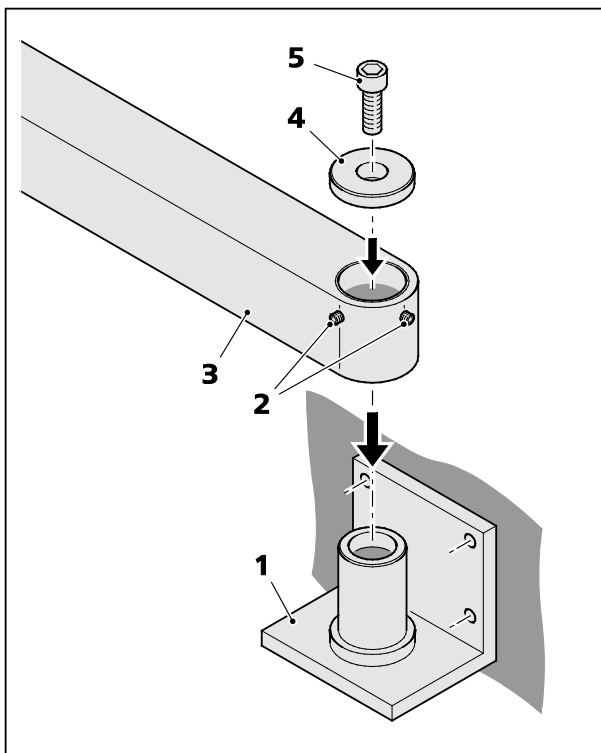

Bild 4 Wandlager für Stativ U an der Wand befestigen
- Wandlager (Bild 4/1) an gewünschter Stelle fachgerecht mit Dübeln und Schrauben befestigen. Schraubverbindungen fest anziehen.
- Ggf. Klemmschrauben (Bild 4/2) der Traverse (Bild 4/3) etwas herausdrehen.
- Traverse (Bild 4/3) auf den Drehzapfen des befestigten Wandlagers (Bild 4/1) aufstecken.
- Klemmschrauben (Bild 4/2) nach Bedarf festziehen. Je fester die Klemmschrauben angezogen wird, umso mehr wird die Beweglichkeit (Gängigkeit) des Drehgelenkes (bis hin zur Klemmung) gehemmt.
- Sicherungsscheibe (Bild 4/4) mit Schraube (Bild 4/5) von oben in Traverse einsetzen und festschrauben (Inbus SW 8 mm).
- Mikroskopaufbau um die Drehgelenke Tischbefestigung (Bild 1/9 und Bild 2/9), Wandlager (Bild 4/1) sowie Traverse/Federgelenkarm (Bild 1/8 bzw. Bild 1/3) schwenken, um die Längs- und die radiale Einstellung zu variieren.